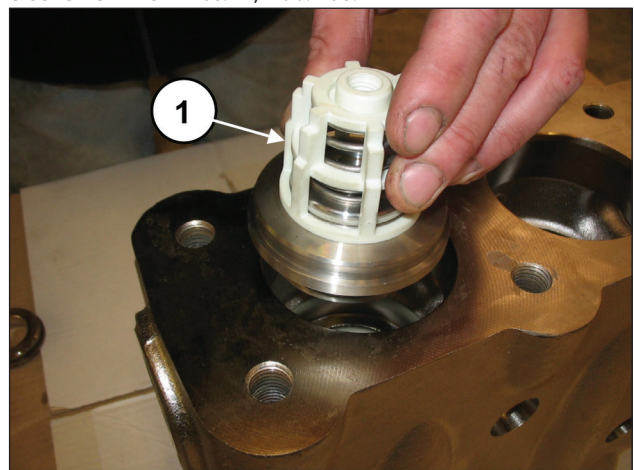

Abb. 107
Setzen Sie die Druckventilgruppe ein (Pos. ①, Abb. 107).